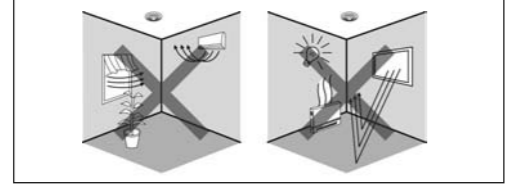

Abb. 3
• vermeiden Sie die Ausrichtung des Sensors in Richtung Wärmequellen (Abb.3)